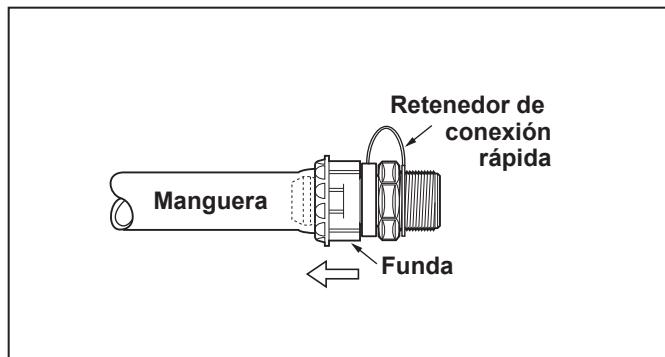

Figura 6. Instale el broche de retención
- Sosteniendo la manguera en su lugar, jale y gire la funda de la conexión rápida sobre la manguera, lo más lejos posible. Encage el broche en su lugar. Véase Figura 6.
NOTA El broche de retención debe estar instalado. Si la funda no puede ubicarse sobre la conexión rápida para permitir que el broche de retención se deslice hasta su lugar, consulte la Figura 6. Humedezca la parte interior de la manguera con agua limpia y vuelva a intentarlo.
- Verifique que la instalación sea correcta. Consulte la Figura 6.